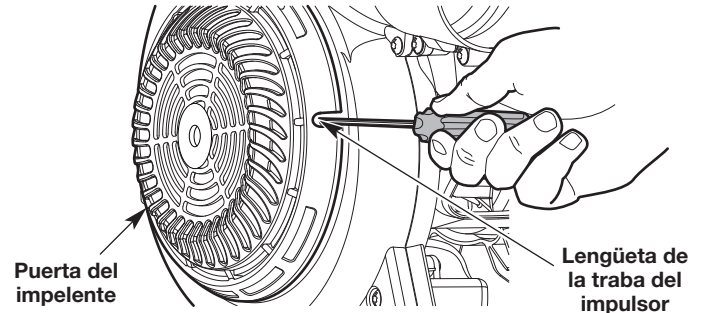

Fig. 5
2. Inserte un destornillador de cabeza plana en el orificio de la puerta del impulsor y empuje la lengüeta de la traba hacia adentro (Fig. 5). Abra la puerta del impulsor.